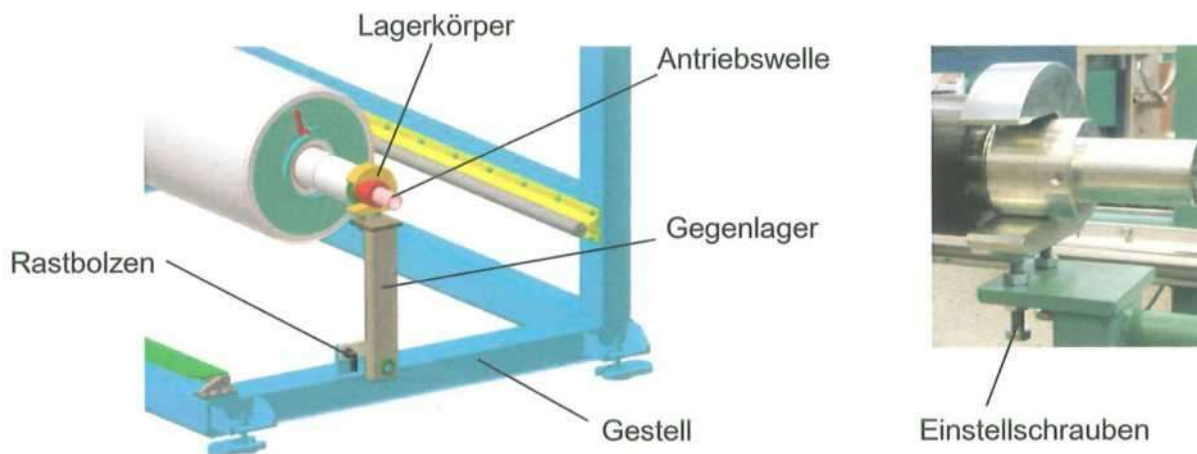

Bild 21: Gegenlager
- Gegenlager (Bild 21) entriegeln und herunterschwenken